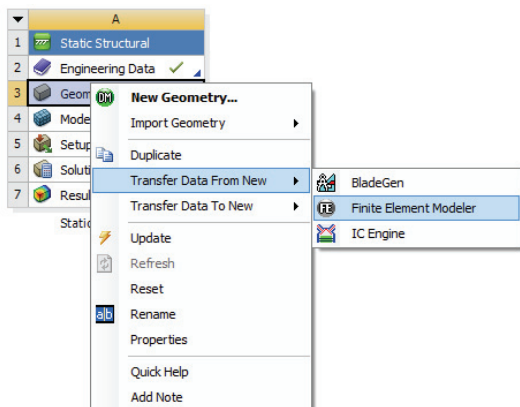
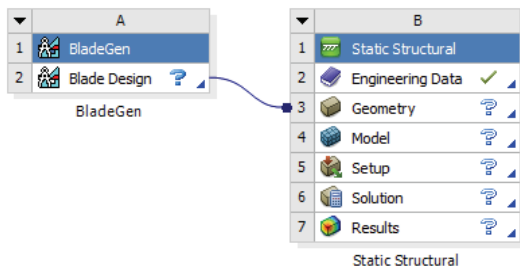

图 3-24 Transfer Data From New 菜单操作
图 3-25 Transfer Data From New 操作结果
- **Transfer Data From New:** 该选项提供了一个被指向的连接（从一个新的上游系统到该 **Geometry** 项），操作菜单如图 3-24 所示，结果如图 3-25 所示。